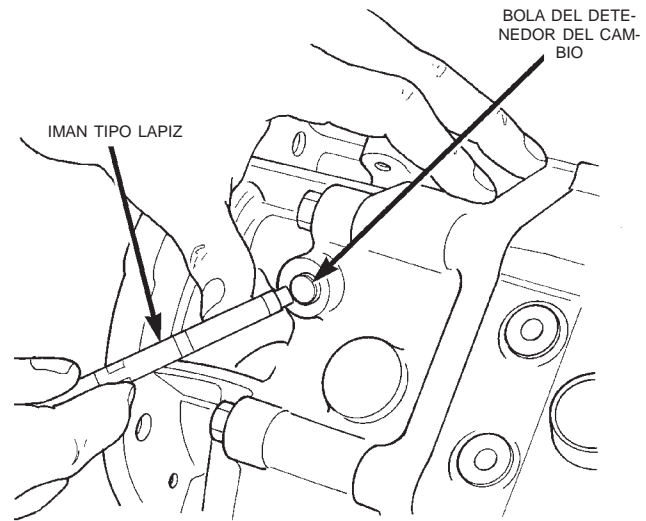

Fig. 44 Instalación de la bola del detenedor
(16) Instale la bola del detenedor del cambio en la abertura del detenedor de la caja (Fig. 44).